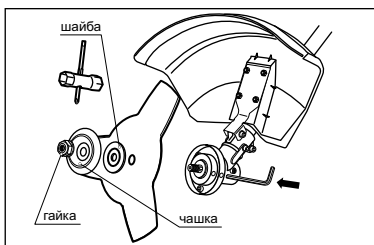

рис. 8
- Удерживая стопорный стержень одной рукой, надежно затяните гайку трубчатым ключом (входит в комплект поставки), поворачивая ее против часовой стрелки (рис. 8).